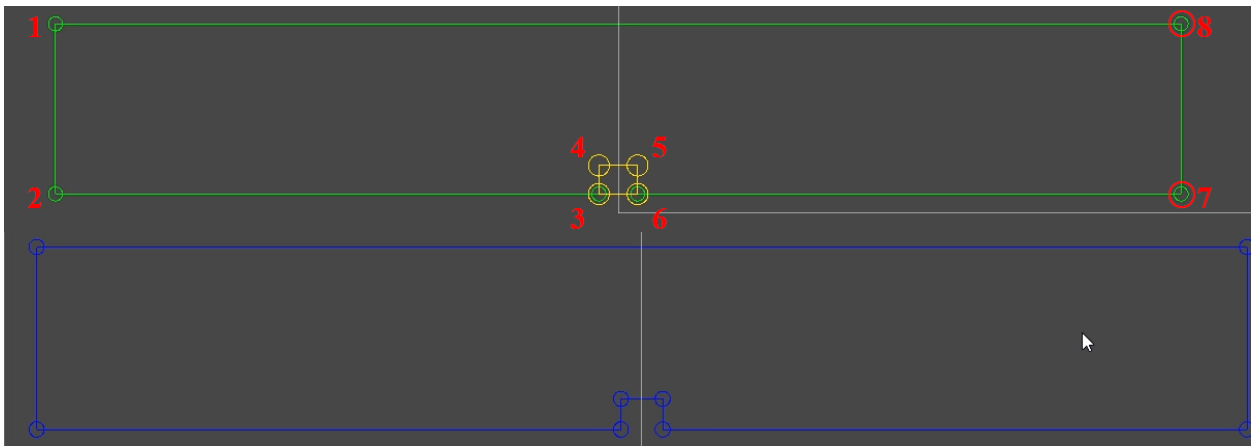

Рисунок 12
- 4) Формирование нового контура бруска. Для формирования нового контура бруска берем по две соседние точки из обновленного контура бруска, добавляем первую точку в новый контур и проверяем обе точки на то что они находятся в обновленном контуре инструмента, если они обе находятся, узнаем эти индексы добавляем точки в новый контур из обновленного контура инструмента между полученными индексами. Так делаем до тех пор, пока не дойдем до конца обновленного контура. И получаем новый контур рисунок 12. В коде это класс «Wood», метод «_cut».